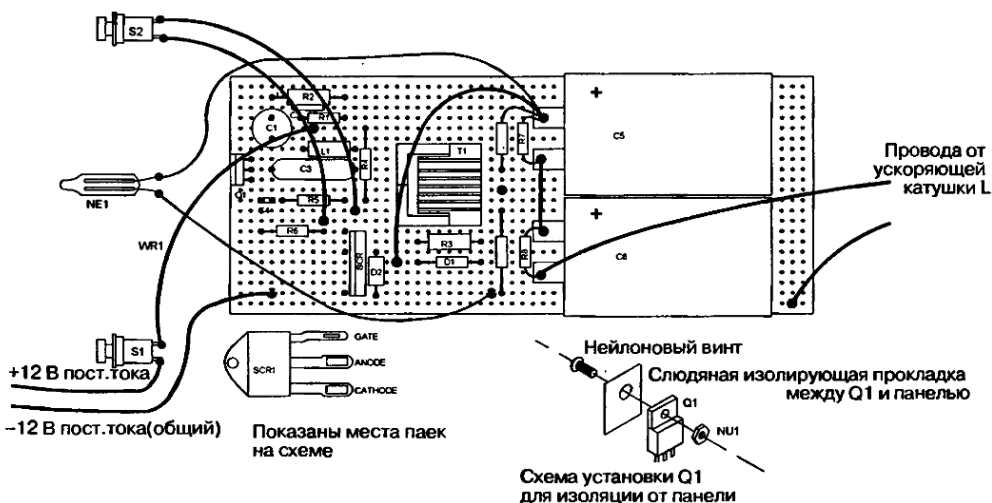
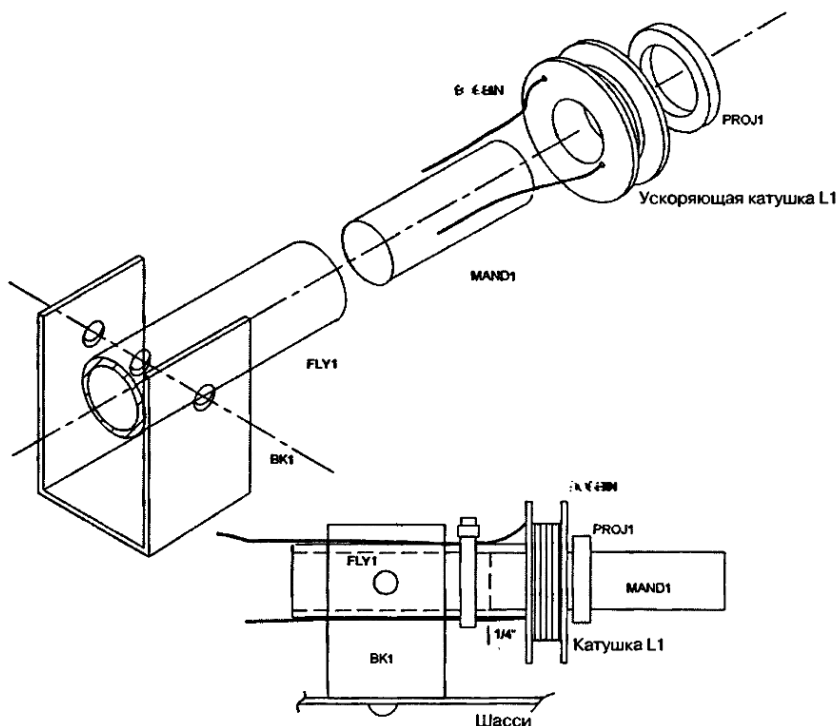

Рис. 2.4. Плата в сборе с указанием внешних подключений
Рис. 2.6. Чертеж в изометрии для изготовления скобы, сердечника и направляющей трубки
| MICA | | Изолирующие прокладки из слюды между Q1 и шасси (см. рис. 2.4) | |
| BK1 | | Готовая скоба (см. рис. 2.6) $2,5 \times 10 \times 0,16$ см из алюминия или пластика | |
6. Выполните следующие соединения проводов (рис. 2.4):
2. Изготовьте скобу BK1, сердечник MAND1 и направляющую трубку FLY1, как показано на рис. 2.6.
4. Отмотайте провод на ускоряющую катушку L1 (см. рис. 2.6). Вставьте секцию 0,6 см сердечника MAND1 в направляющую. Просверлите небольшие отверстия для начала и конца обмотки в боковых частях бобины, как это показано на рисунке. Индуктивность катушки при измерениях должна быть в пределах 90–100 мкГн без снаряда и 50–60 мкГн при установке снаряда. Подсоедините концы обмотки катушки (см. рис. 2.4).